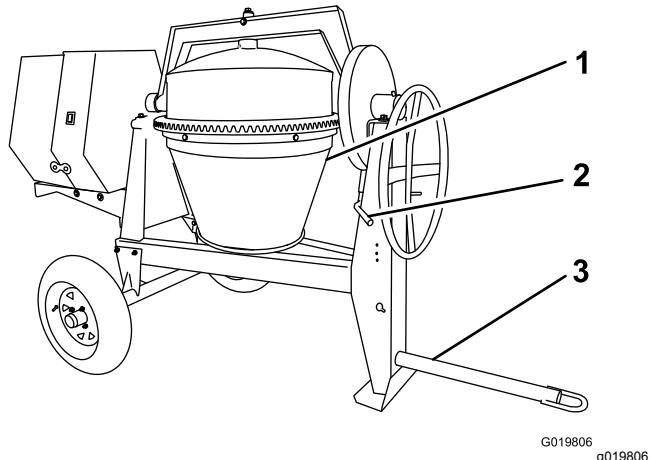

Figure 3
3. À l'aide du volant, orientez la cuve vers le sol (Figure 3).